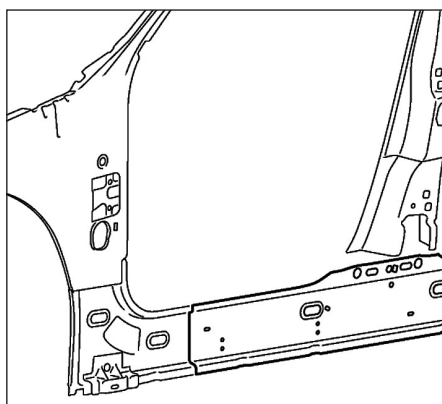

FIG.45
- partiel partie arrière (Fig.45),